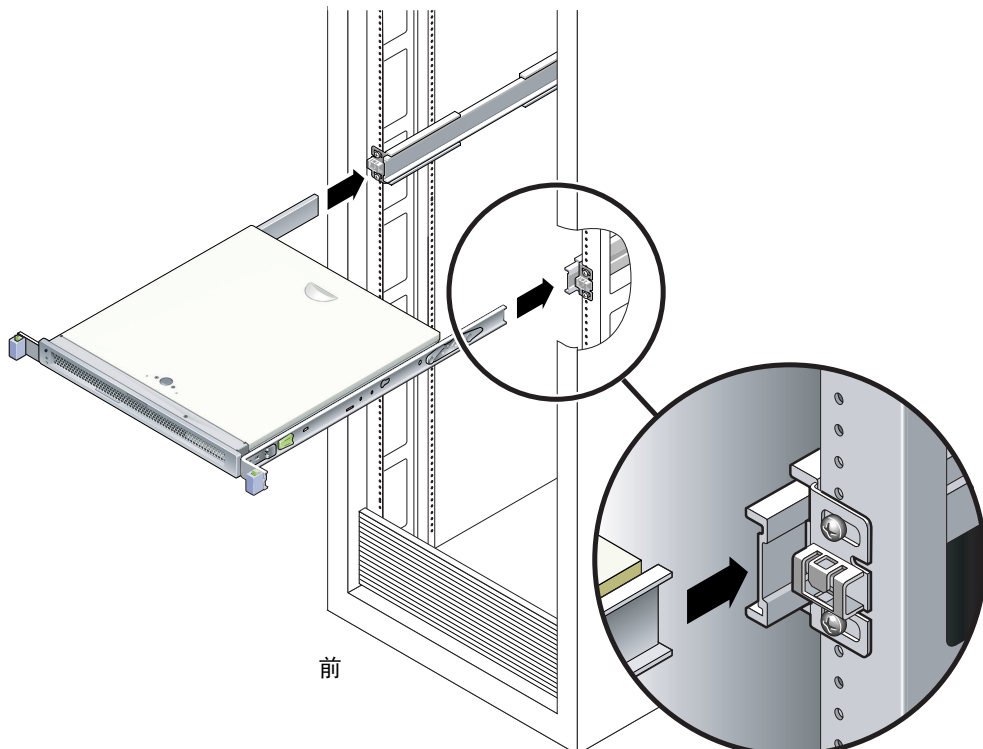

图 2-8 将机箱安装到滑轨上
2. 抬起服务器，将安装托架的末端插入左右两侧的滑轨（图 2-8）。